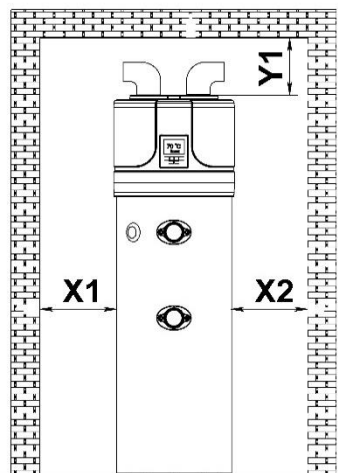

Fig. 4a – Spațiu minim și instalare fără conducte de aer
Instalarea aparatului **TREBUIE** să se facă într-un locul potrivit, care permite o utilizare normală și efectuarea unor activități de setare, profilaxie, sau întreținere extraordinară a aparatului. Iată de ce **ESTE IMPORTANT** - a se asigura (a se garanta) un spațiu de lucru necesar, conform dimensiunilor, menționate la **Fig. 4a**.
ATENȚIE! Pentru a se evita o circulație „SCURTĂ” a aerului între intrare și ieșire, în cazul în care avem instalație fără conductă de aer, utilizați întotdeauna două coturi montate în direcții opuse. **Fig. 4a**
- Circulația aerului în întregime în cameră (**Fig. 4a**). Acest lucru poate duce la răcirea și uscarea aerului din aceasta (încăperea). Dacă încăperea nu este ventilată, eficiența aparatului scade. Încăperea **TREBUIE** să fie cu un volum minim de 20 m³